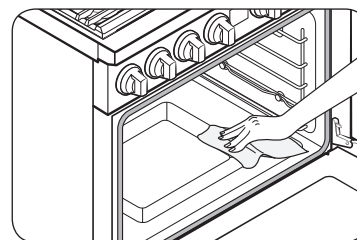

Fig. 1
- Essuyez les résidus qui se trouvent au fond du four. (Fig. 1)